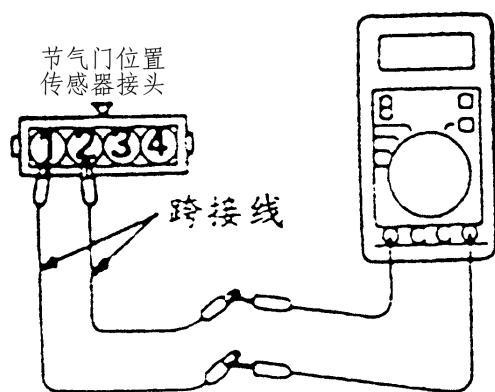

图 3-29 连接欧姆表
- (1) 将 MUT-II 接到诊断接头，如果没有 MUT-II，拆下节气门位置传感器的接头。使用跨接线，在 2 号端子（怠速位置开关）与 1 号端子（传感器搭铁）之间连接欧姆表（图 3-29 所示）。